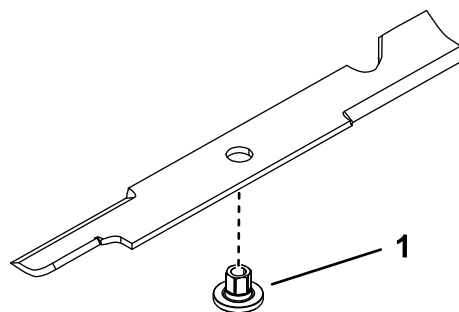

Figura 78
- Instale el casquillo a través de la cuchilla con la brida del casquillo en el lado inferior (lado del césped) de la cuchilla (Figura 78).